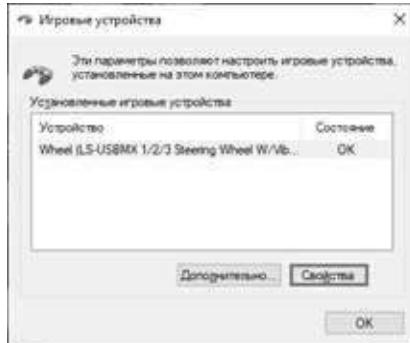

Рис. 8
- Зайдите в меню «панель управления», далее щелкните по значку «устройства и принтеры», в открывшемся окне выберите ярлык «LS-USBMX 1/2/3 Steering Wheel W/Vibration», правой кнопкой мыши выберите «Параметры игровых устройств управления» (см. Рис. 8).